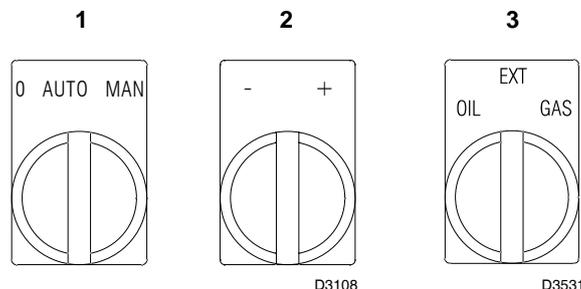

Fig. 28
闭合负荷控制开关，将开关 1（图 . 28）转到手动（MAN）位置。确认连接到电磁阀的灯泡或测试仪或电磁阀上的指示灯，显示无电压。如果存在电压，则立即将燃烧器停机，检查电气连接。
- 1 使用转换器 3（图 . 28）；
将转换器 3（图 . 28）设定至 EXT 位置，可启动远程燃料选择功能。
转动“降低出力”转换器 2) (图 .28), 并继续向“-”方向转直至伺服电机关闭风门挡板, 燃气蝶阀角度为 35° (工厂设定)。
可通过将出力调节开关 2) (图 . 28) 保持在 (+) 或 (-) 号上来调节燃烧器出力从一点到另一点。
- ▶ 将控制面板上的转换器开关置于手动位置 1) (图 .28)，启动燃烧器。
- ▶ 燃油侧调节完成后，停止燃烧器，将燃料选择开关 3) (图 .28) 转至燃气 (GAS) 运行并检查确认燃气按所需出力运行正常。否则，按照上述点 C (燃气凸轮) 对燃气凸轮进行设定。